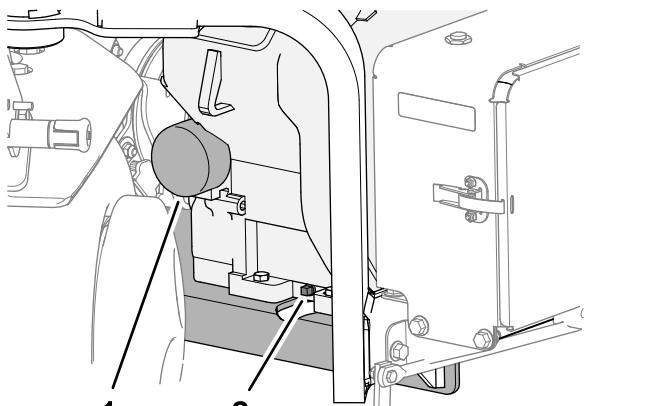

Bild 150
3. Stellen Sie eine Auffangwanne unter die Ölabblassschraube und entfernen Sie die Schraube (Bild 150).
1. Stellen Sie eine Auffangwanne unter den Filter und entfernen Sie den Filter (Bild 150).
6. Schrauben Sie den Ölfilter in den Filteradapter ein, bis die Dichtung den Filteradapter berührt (Bild 150). Ziehen Sie dann den Filter um eine weitere halbe Umdrehung fester.